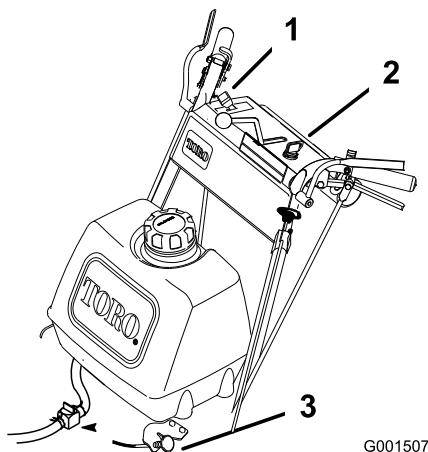

Figure 9
11. Repoussez le starter en position hors service lorsque le moteur se réchauffe (Figure 9).
1. Placez la commande d'accélérateur à la position **bas régime** (Figure 9).